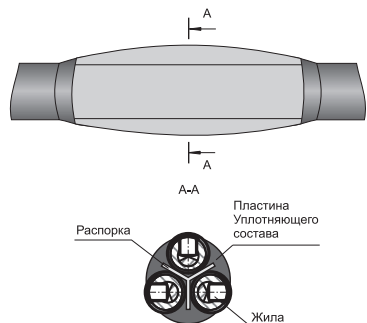

Рисунок 15
4.29 Расположить между жилами кабелей пластины уплотняющего состава (призмы), предварительно сняв с них бумагу. Пластины уплотняющего состава должны располагаться большей стороной наружу. Руками утрамбовать пластины между жилами и распоркой, а также между пальцами перчатки. Допускается подогрев пластин уплотняющего состава и распорки горелкой (рисунок 15).